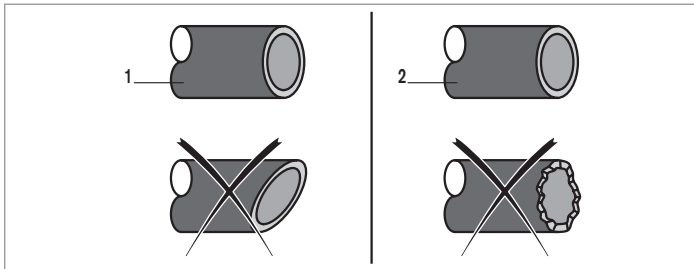

Fig. 16: Abgeschnittenes und entgratetes Rohr
- Das Rohr rechteckig abschneiden [1] und entgraten [2]. Siehe Fig. 16.